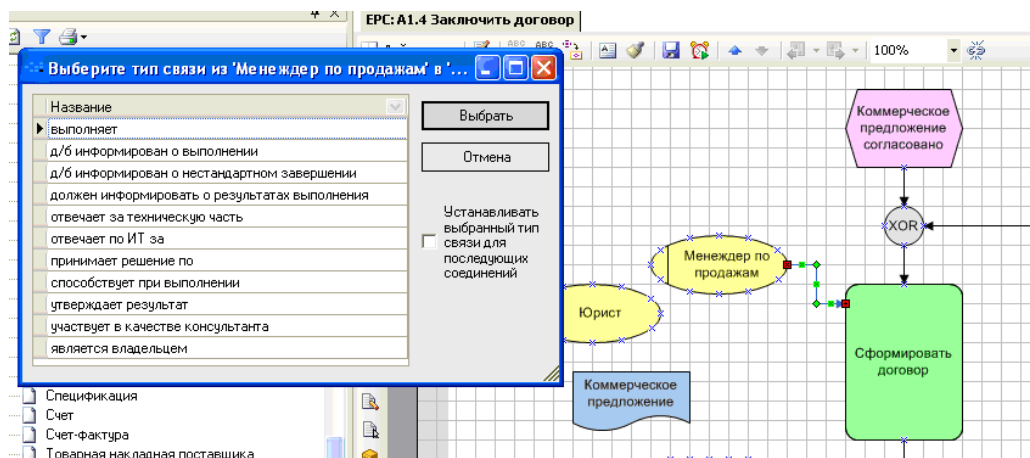

Рисунок 40 – Окно выбора типа связи между субъектом и функцией в нотации EPC
12. Установите связи между субъектами и функциями на диаграмме. Например, при добавлении связи между субъектом *Менеджер по продажам* и функцией *Сформировать договор* открывается окно выбора связи (рисунок 40), в котором необходимо выбрать тип связи *выполняет*.